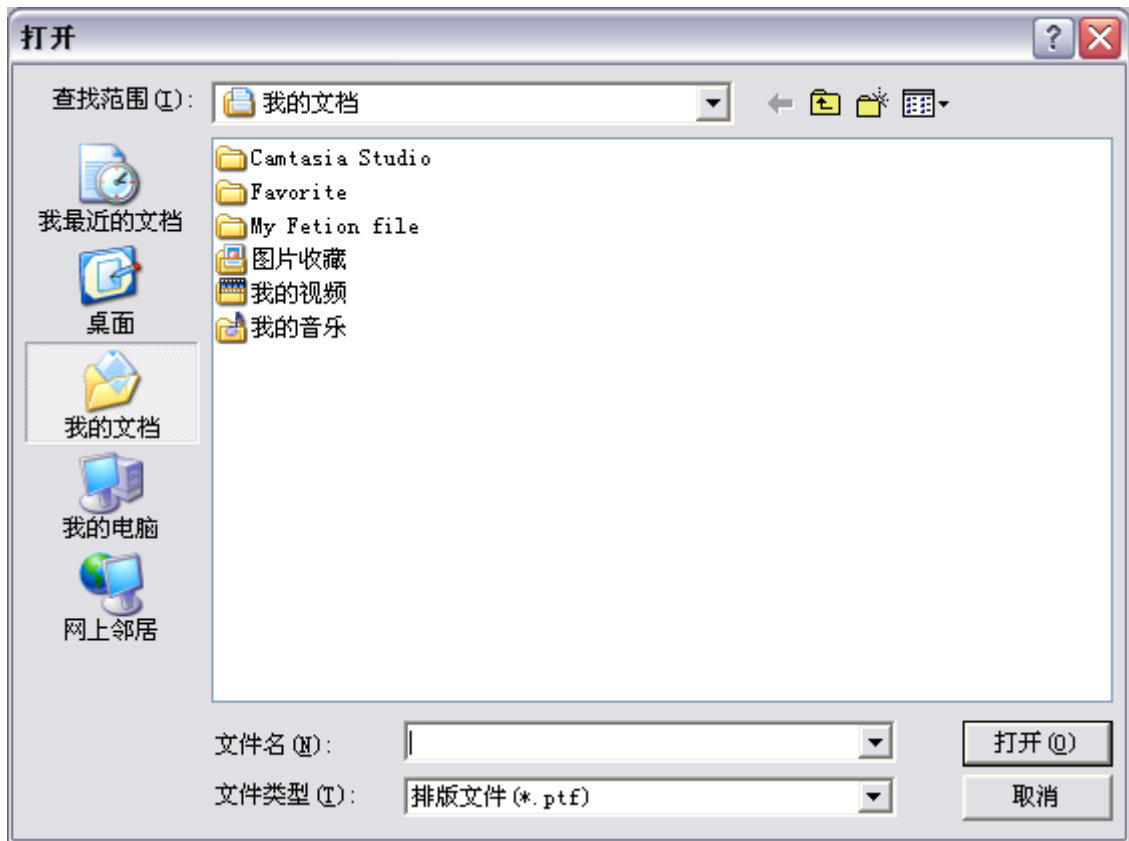

图 7-10 打印工具打开文件对话框
- 单击其中的按钮可以启动对应命令，以【打开文件】为例，单击此按钮后弹出【打开文件】对话框如图 7-10 所示。